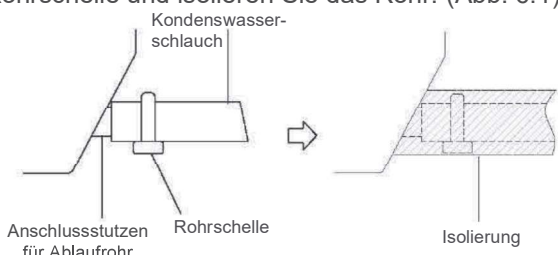

Abb. 6.1
2. Stecken Sie das Ablaufrohr auf den Kondensatanschluss am Gerät. Fixieren Sie das Rohr mit einer Rohrschelle und isolieren Sie das Rohr. (Abb. 6.1)